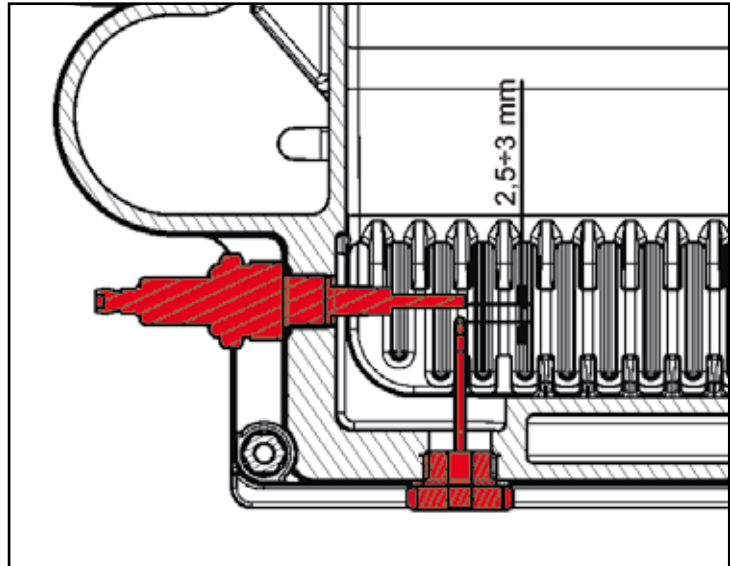

Figura 61
- 2) Dopo averla rimontata, porre particolare attenzione a che il filo interno sia in posizione verticale e verificare la corretta distanza tra elettrodo e spia fiamma (figura 61).
Nel caso di sostituzione e controllo degli elettrodi di accensione e rilevazione è necessario verificare il loro corretto posizionamento e la loro distanza, come rappresentato in figura 61.